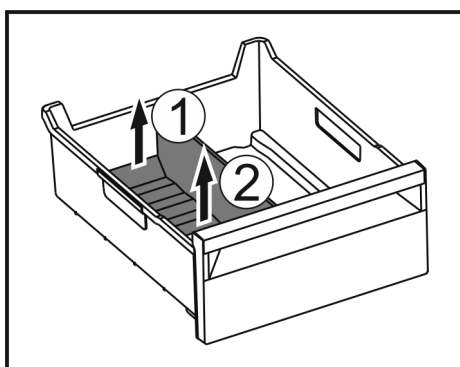

Fig. 115
- Løft opp baksiden av isrom-deleren. Fig. 115 (1)
- Ta ut isrom-deleren oppover. Fig. 115 (2)